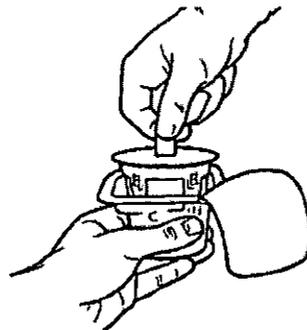

Figura 4. Saque la bandeja interior.
1. Para sacar la bandeja interior de la bandeja exterior, tire de la lengüeta (consulte la Figura 4).